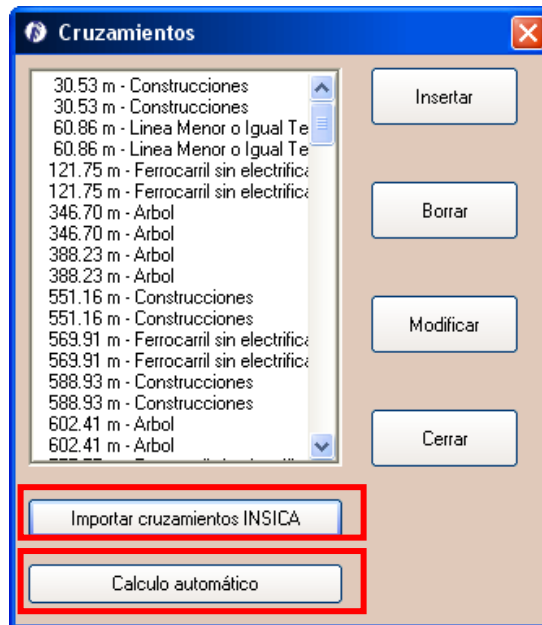
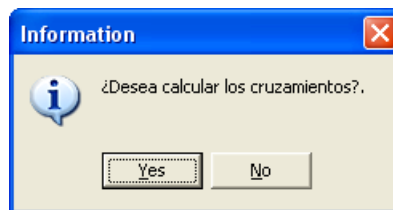
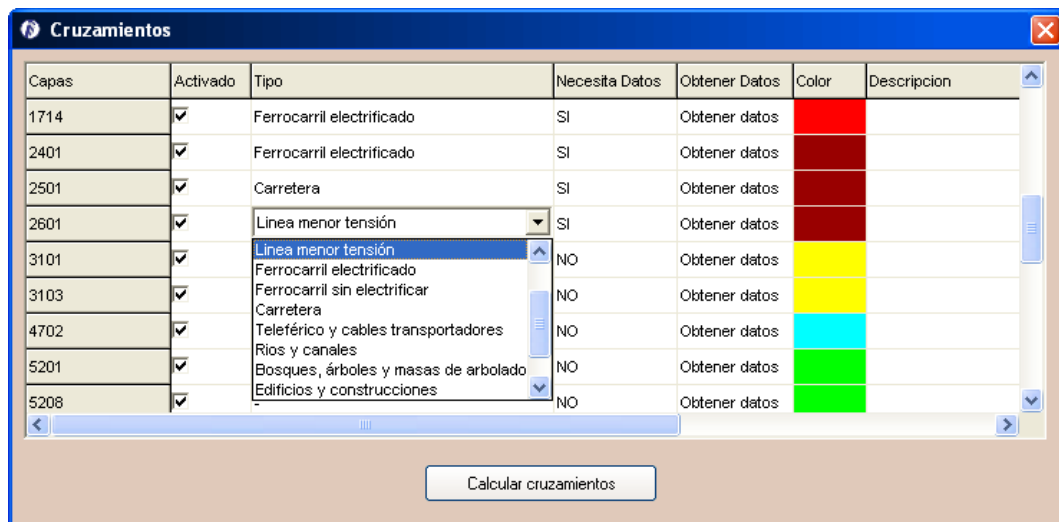
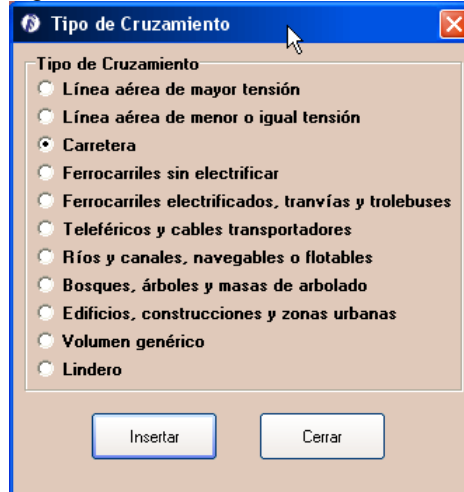

Figura 5.34. Importar cruzamientos INSICA
Figura 5.35. Información de cruzamientos
Figura 5.36. Cálculo automático de los cruzamientos
Figura 5.40. Tipos de Cruzamientos
- Importar cruzamientos desde INSICA. Pinchamos en *Cruzamientos* y nos aparece una ventana (Figura 5.34) donde podemos insertar un cruzamiento (véase siguiente apartado) o podemos importarlos desde un archivo de INSICA pinchando en *Importar cruzamientos INSICA*. De esta manera obtenemos todos los cruzamientos que pueda haber en una línea con la exactitud del sistema INSICA.
Una vez importada la planta el programa nos pregunta (Figura 5.35) si queremos calcular los cruzamientos automáticamente y nos aparece la ventana siguiente (Figura 5.36) o en el botón *Cálculo automático* del menú *cruzamientos* (Figura 5.34) podemos calcular los cruzamientos (Figura 5.36) de forma automática. El programa captura todas las capas que utilizamos en AUTOCAD, luego el usuario debe de tener en el archivo de AUTOCAD diferenciado en capas cada cruzamiento o tipo de cruzamiento, pudiendo asignar a cada capa un cruzamiento.
En esta ventana (Figura 5.36) apreciamos de izquierda a derecha las capas que tenemos en AUTOCAD, activamos la capa para que sea considerado un cruzamiento, en *tipo* elegimos del desplegable el tipo de cruzamiento, vemos si necesita que el usuario introduzca datos o si ya los ha introducido. Si no los ha introducido, pulsamos *obtener datos* y nos lleva a los menús de cruzamientos (véase Cruzamientos en este apartado). A la derecha de la ventana aparece el color indicativo de la capa y la descripción si la tuviera.
- Opción 1: Pulsando en *Cruzamientos*, nos lleva a la ventana de la Figura 5.34. Aquí podemos insertar, modificar o borrar un cruceamiento. Si pinchamos en *insertar* nos aparece una ventana (Figura 5.40) que nos da a elegir entre los posibles cruzamientos, lo elegimos y damos a *insertar* (a continuación se explican los distintos cruzamientos que puede haber).